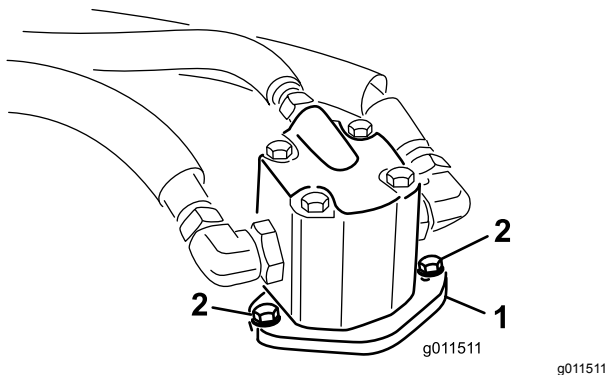

Figura 97
4. Togliete i bulloni che fissano il motore idraulico all'apparato di taglio (Figura 97). Togliete il motore e appoggiatelo sopra l'apparato di taglio.